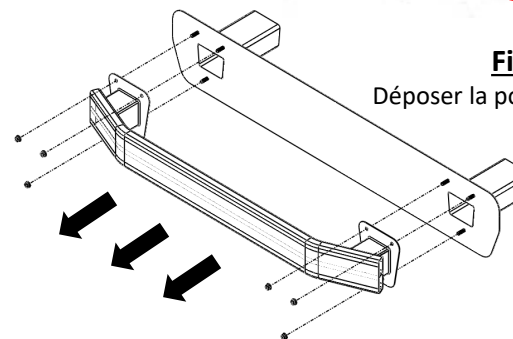

Figure 3:
- Déposer la poutre du pare-chocs (figure 3):** À l'aide d'une douille de 13 mm, retirer les 6 écrous qui maintiennent la poutre du pare-chocs (3 par côté). Retirer la poutre du pare-chocs et remettre la poutre du pare-chocs et la quincaillerie au propriétaire du véhicule.